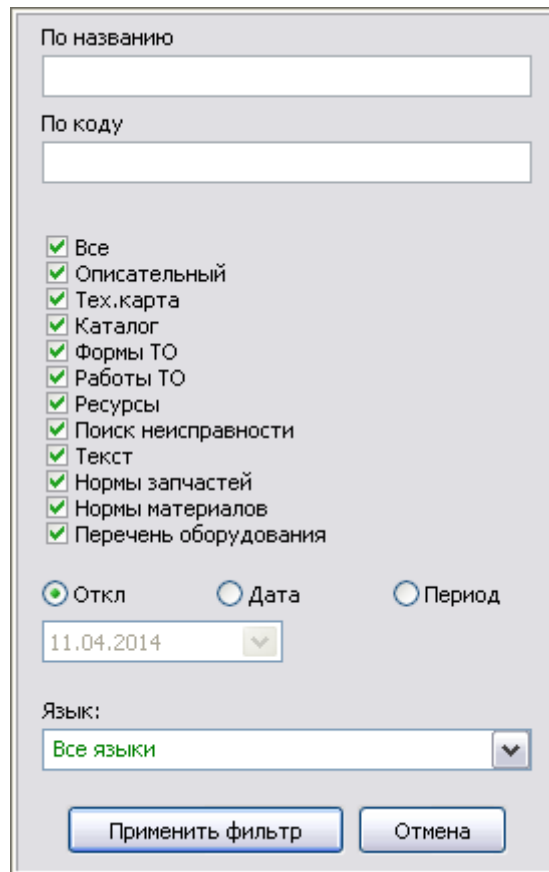

Рис. 4.11 *
3. Введите необходимые параметры, в соответствии с которыми будут отображаться удаленные объекты (Рис. 4.11).